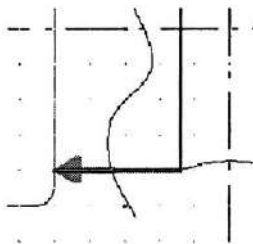

Рисунок 4.10 – Стрілка вказує напрямком обходу контуру
- з'явиться стрільця, що вказує напрямком обходу контуру (рис. 4.10), а на панелі спеціального керування – кнопки